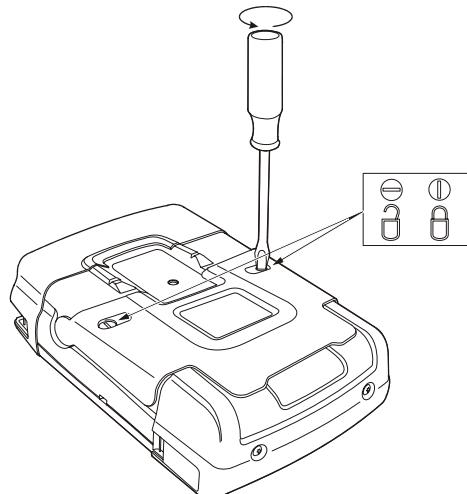

Рис. 4-3. Разблокировка крышки аккумуляторного отсека
- Откройте крышку аккумуляторного отсека на задней стороне анализатора (винты повернуть на четверть оборота против часовой стрелки, как показано на Рис. 4-3).